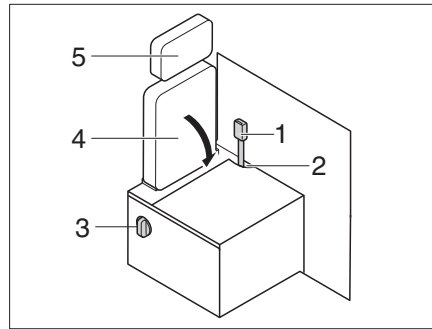

Bild 222 Umbau Fahrbetrieb - Wohnbetrieb
- Kopfstütze (Bild 222,5) abbauen (siehe Kapitel 5.7).
- Gurtpeitsche (Bild 222,1) in die Öffnung (Bild 222,2) stecken.
- Drehhebel (Bild 222,3) betätigen und Sitzlehne (Bild 222,4) abklappen.
▷ Beim Umbau vom Wohnbetrieb zum Fahrbetrieb in umgekehrter Reihenfolge verfahren. Darauf achten, dass die Gurtpeitsche durch die Öffnung (Bild 222,2) geführt wird.